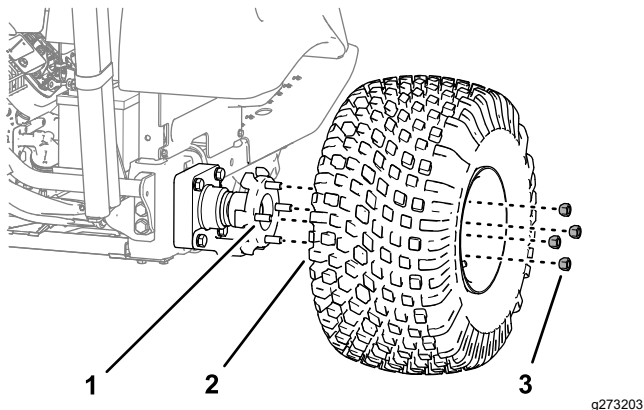

Figura 30
2. Scoatei cele 4 prezoane care fixează roata pe butuc i îndepărtați roata i anvelopa (**Figura 30**).
7. Asamblați anvelopa i janta în tifturile butucului de roată (**Figura 30**) cu cele 4 prezoane pe care le-ai îndepărtat la pasul 2 i strângeți prezoanele manual.